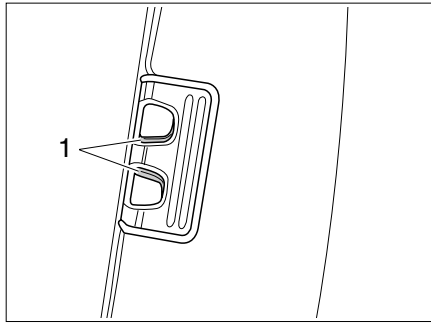

Bild 3 Faltscheibe, Verriegelung
- ▶ Die Verriegelung (Bild 3,1) zusammendrücken und leicht anheben.